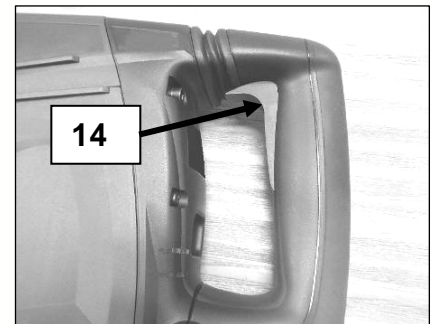

Fig 14
- Gire la palanca de cambio (11) de manera que el puntero▲ esté orientado hacia el símbolo **T**.
**OPERACIÓN****Accionamiento del interruptor (Fig 14)****! ADVERTENCIA !**